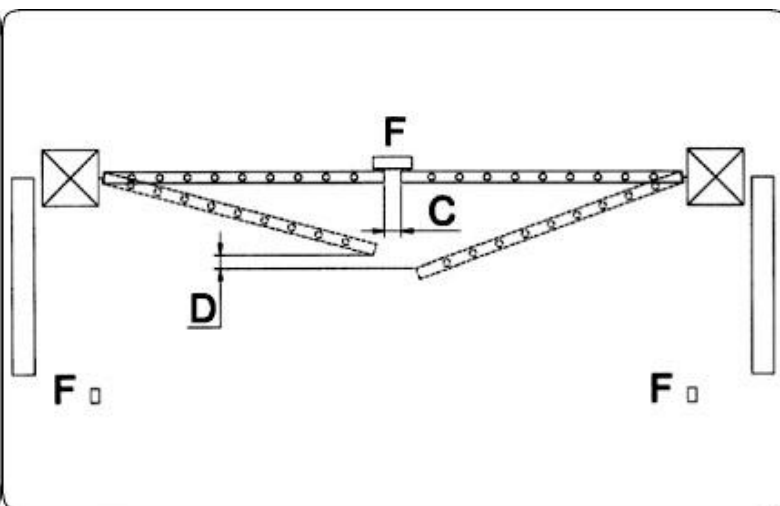

Рис. 17
- У ворот с двумя крыльями расстояние С (рисунок 17) между двумя закрытыми крыльями должно быть как минимум 2,5 см, данное расстояние можно компенсировать, установив в свободном пространстве на стороне крыла ворот ограничительную планку или эластичный элемент. Если данное пространство небольшое или вообще отсутствует, то крылья ворот должны закрываться одно за другим таким образом, что бы оставался зазор в 50 см (рисунок 17 D).